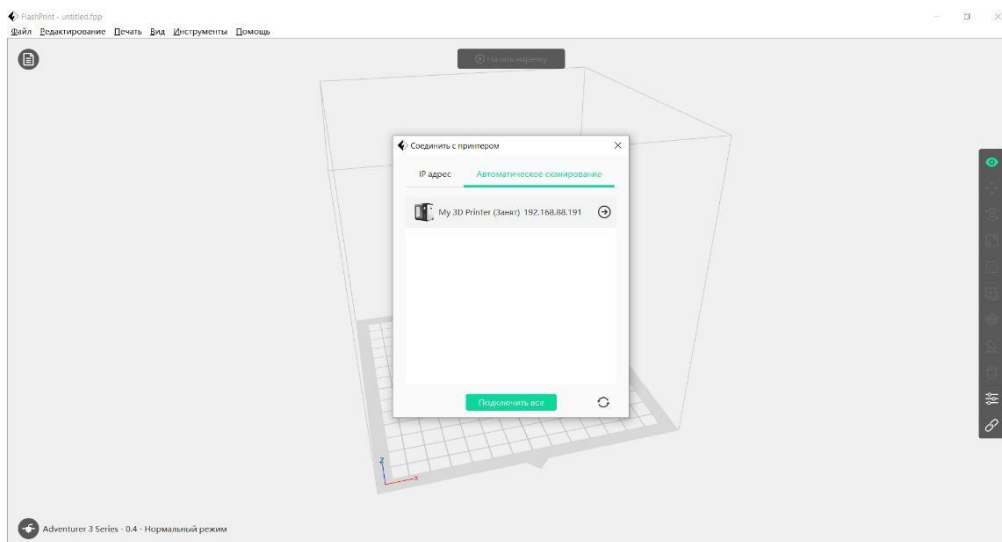

Рис.7. Выбор 3D-принтера для подключения
3. Подключите 3D-принтер (рис.7). Для этого необходимо: